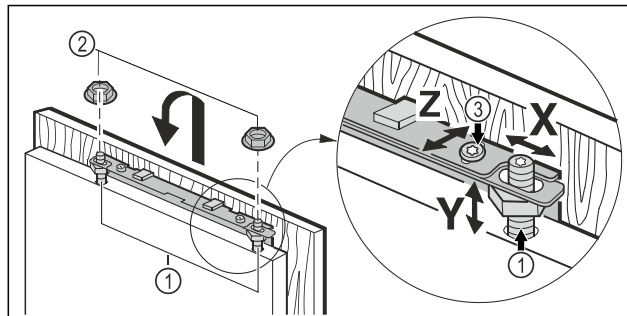

Fig. 46
- Zakvačite vrata namještaja za svornjake za namještanje Fig. 46 (1) i labavo navrnite protumatice Fig. 46 (2) na svornjake za namještanje.
- Poravnajte vrata namještaja u visinu Y i prema bočnom nagibu: Namjestite svornjake za namještanje Fig. 46 (1) s pomoću odvijača.
- Pritegnite protumaticu Fig. 46 (3).